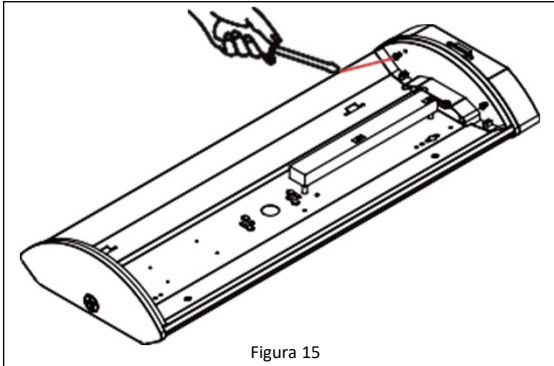

Figura 15
3. Asegura la tapa del extremo del sensor al equipo usando los tornillos incluidos. **Ver Figura 15.**